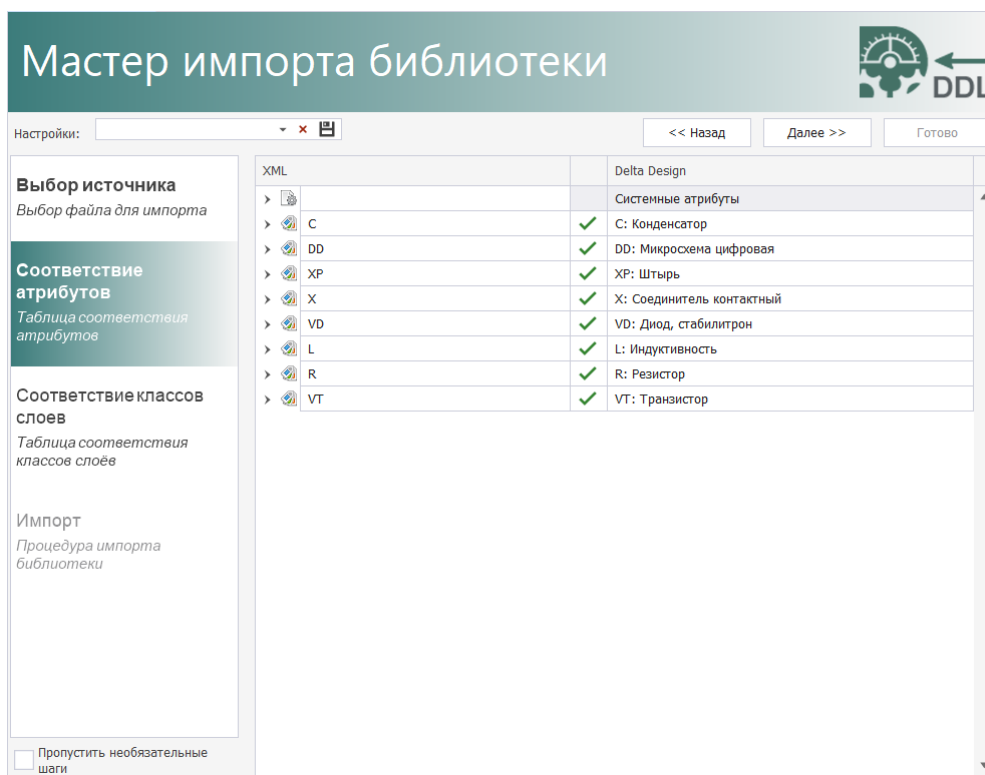

Рис. 23 Таблица соответствия атрибутов при импорте
5. Указать при необходимости соответствие семейств и атрибутов, см. Рис. 23.